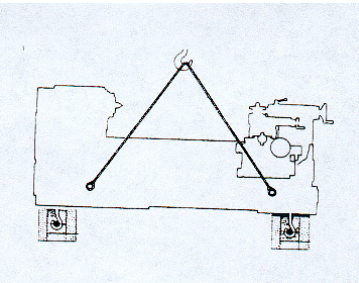

fig.93
- **MAI** impiegare la gru per mantenere in tensione elementi vincolati al suolo (fig.93).